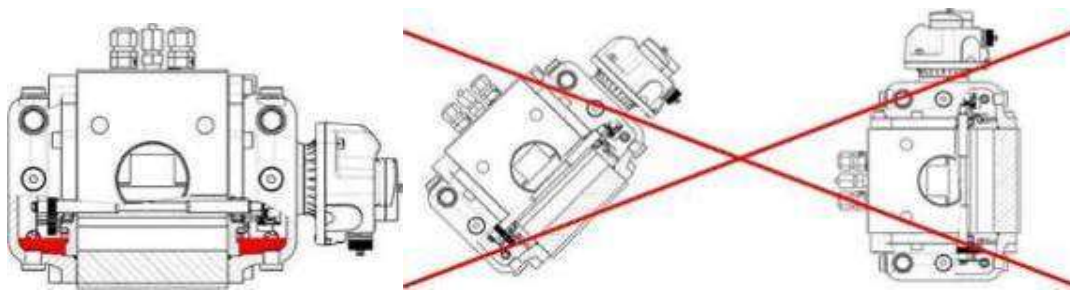

Рисунок 7 Расположение счетчика при монтаже
3.4.4 Оси роторов счетчика должны быть в горизонтальном положении, максимальный допустимый наклон оси $\pm 5^\circ$ ($\pm 0,5^\circ$ для счетчиков с DN 40) (рисунок 7).